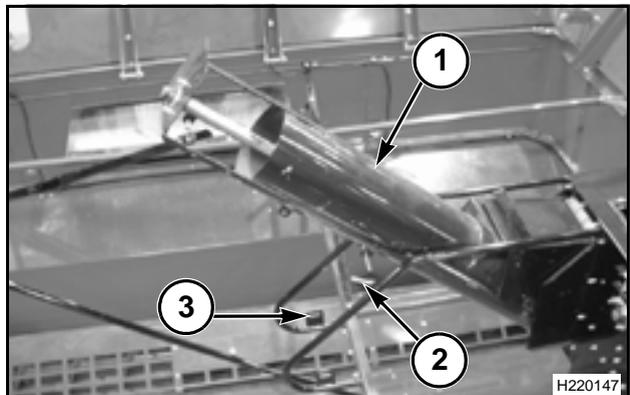

FIG. 227
FIG. 227: El dispositivo de sinfín de suministro y el conjunto de tubo (1) de la tolva de granos pueden bajarse para reducir la altura de almacenaje para el transporte de la cosechadora.